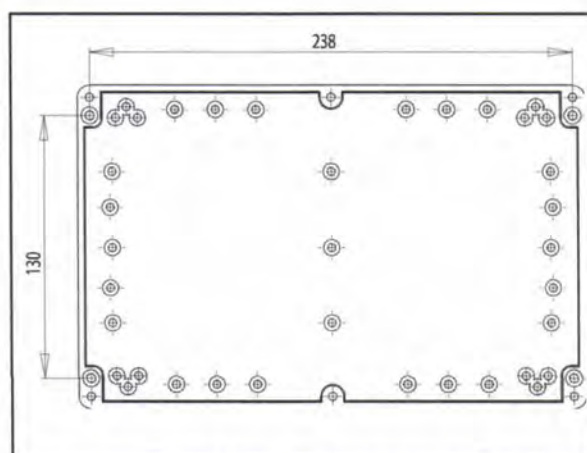

Figure 10 : Gabarit de perçage
- Pré-percez 4 trous suivant le gabarit indiqué (Figure 10 : Gabarit de perçage)